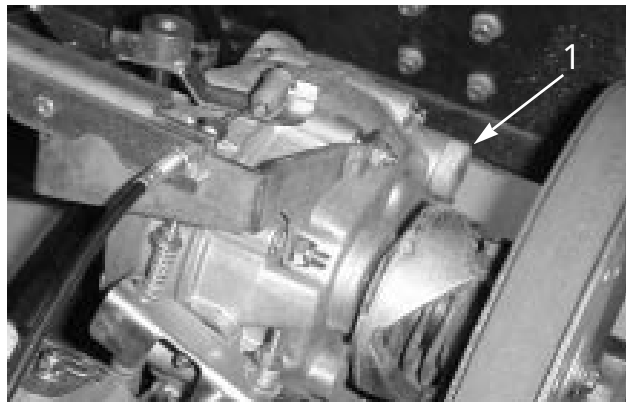

図 43
3. 給油口 (図 43) から約 1.4 l のオイル (10W30) を入れる (点検穴の下まで)。